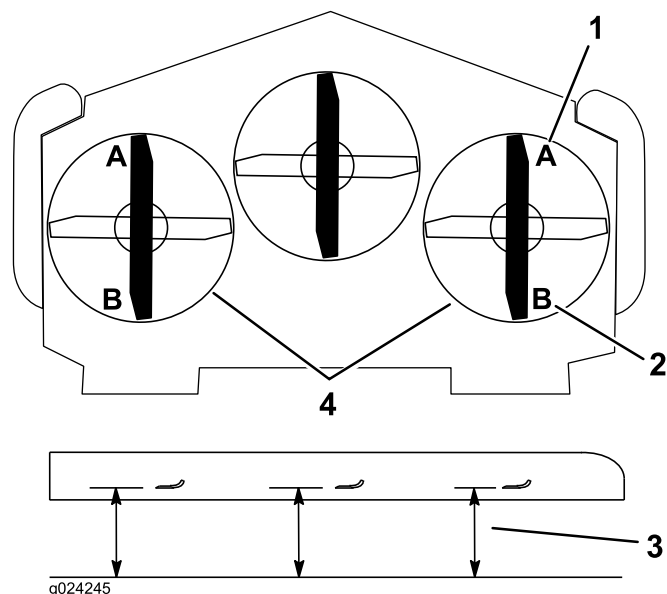

Figure 83
8. De chaque côté du plateau de coupe, mesurez la distance entre la surface plane et la pointe avant de la lame (position A) (Figure 83).
Remarque: Il faut obtenir un écart de 76 mm ; voir Figure 83.
14. De chaque côté du plateau de coupe, mesurez la distance entre la surface plane et la pointe arrière de la lame (position B). Il faut obtenir un écart de 8,3 cm (Figure 83).